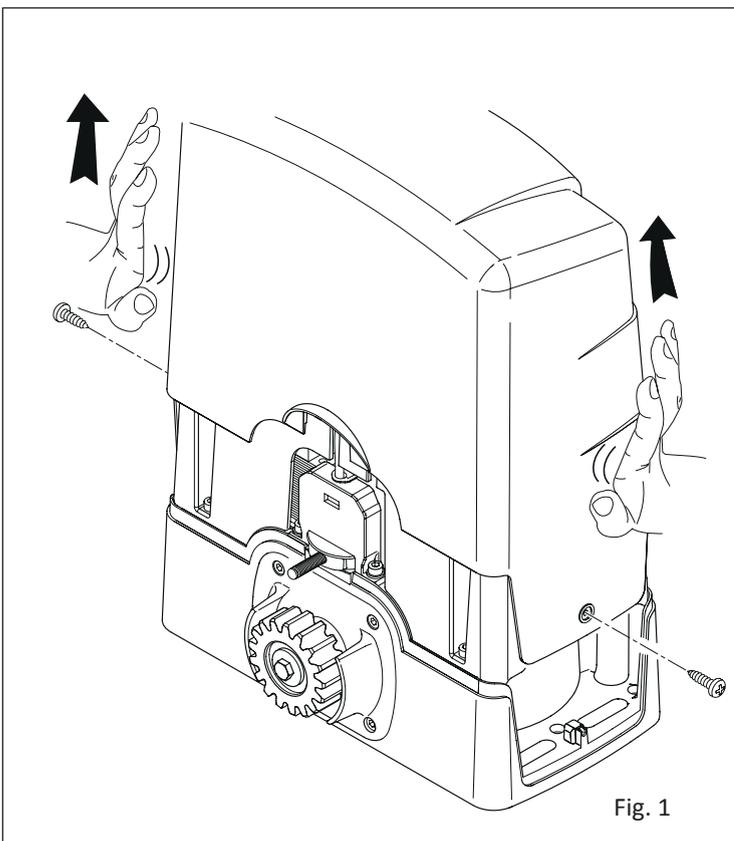

Fig. 1
- Desenrosque os parafusos da tampa e retire-a puxando para cima, conforme indicado na fig. 1. Controle que os seis pés de nivelamento não saiam da base do moto-reductor.
- Per un corretto allineamento e passo tra due pezzi di cremagliera, si consiglia di utilizzare un elemento di raccordo in fase di fissaggio come indicato in fig. 1.
- To ensure that subsequent sections of rack are aligned correctly and maintain the correct tooth pitch, we recommend installing the rack sections with connector pieces as shown in fig. 1.
- Für eine korrekte Ausrichtung und den richtigen Abstand zwischen den zwei Teilen der Zahnstange wird empfohlen, bei der Befestigung ein Verbindungselement zu verwenden, wie in Abb. 1 gezeigt.